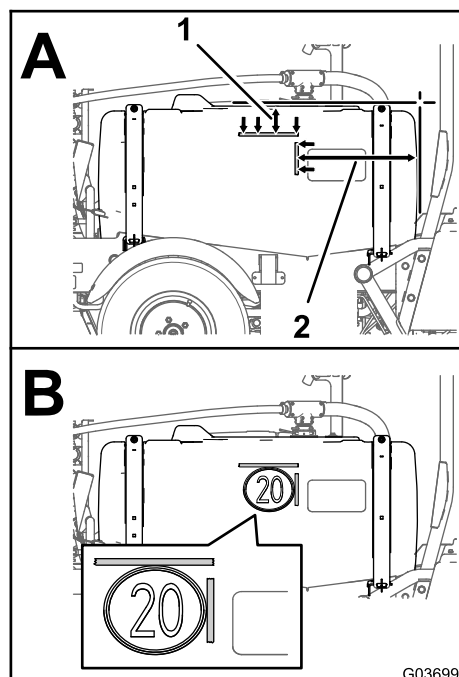

Figure 12
- Sur les côtés droit et gauche de la cuve, mesurez 120 mm vers le bas à partir du sommet de la cuve et marquez cet emplacement sur la cuve au moyen d'un morceau de ruban adhésif (A de Figure 12).
- Sur les côtés droit et gauche de la cuve, mesurez 469 mm vers l'arrière à partir de l'avant de la cuve et marquez cet emplacement sur la cuve au moyen d'un morceau de ruban adhésif (A de Figure 12).
- Alignez les bords supérieur et avant de l'autocollant du pulvérisateur (B de Figure 12) sur les repères en ruban adhésif que vous avez collés aux opérations 2 et 1.